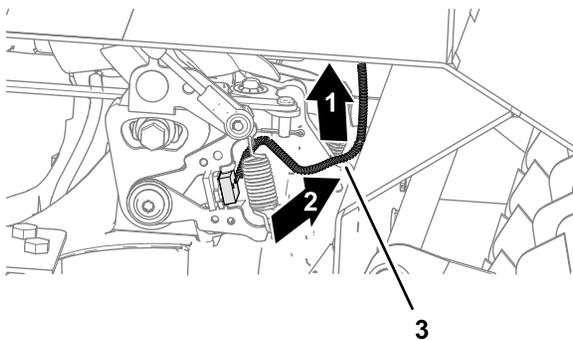

Bild 30
1. Verlegen Sie den Kabelbaum des Getriebe-Rückfahrschalters zur linken Seite der Maschine und nach oben (Bild 30).